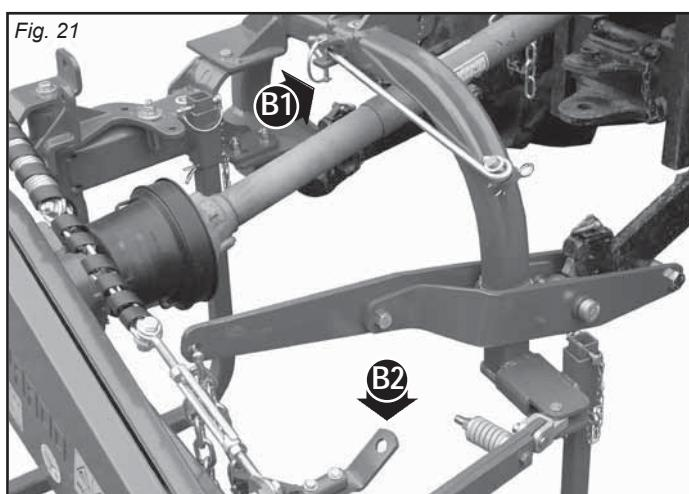

Fig. 21
- Desfaceți cârligul de siguranță și așezați-l în locul său de pe cadru (B1, Fig. 21).